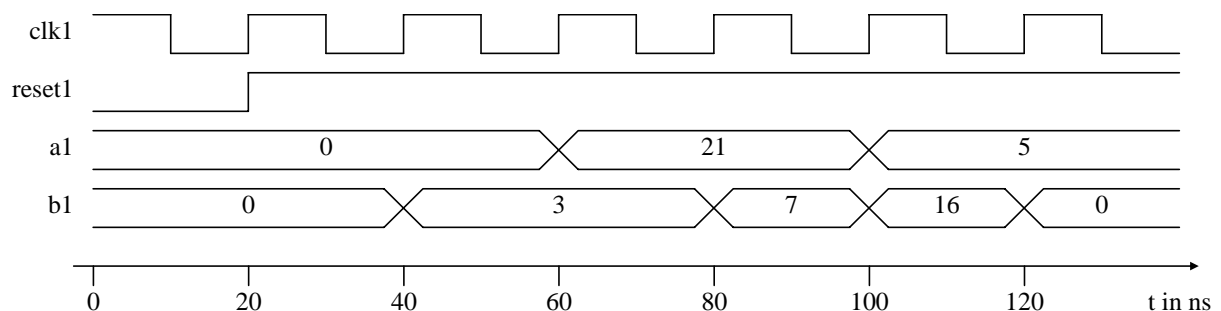
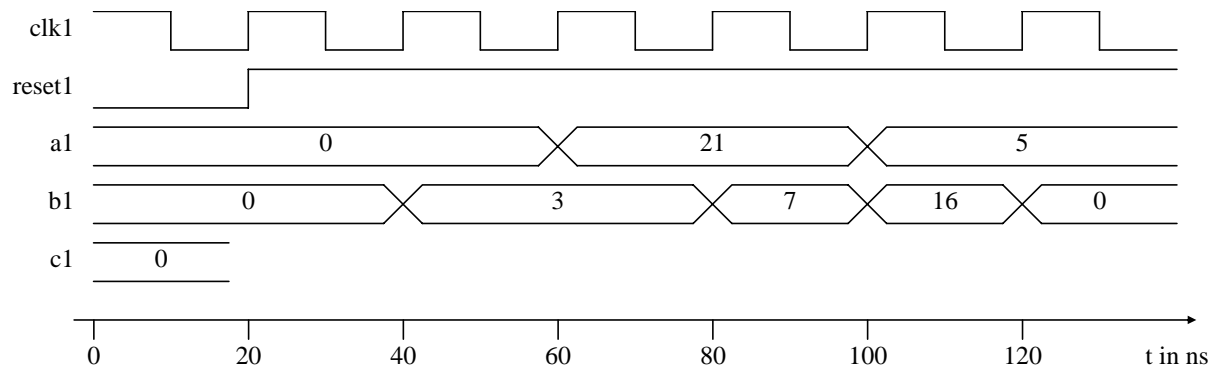

Abbildung 9.1: Timingdiagramm der Eingangssignale
Abbildung 9.2: Timingdiagramm der Eingangssignale
- c) Gegeben sind die Verläufe der Eingangssignale nach Abbildung 9.1, welche die Testbench generieren soll. Ergänzen Sie die folgende Architecture der Testbench so, dass die in Abbildung 9.1 dargestellten Eingangssignale erzeugt werden! Instantiieren Sie mittels *port map* zudem die bereits deklarierte Komponente *exam*!
- d) Berechnen Sie das Ergebnis  $d$ , das nach Ablauf der Simulation mit den Eingangssignalen nach Abbildung 9.1 zur Verfügung steht!
e) Vervollständigen Sie das Signal *c1* des nachfolgenden Timingdiagramms in Abbildung 9.2, wenn die Eingangssignale entsprechend Abbildung 9.1 gewählt werden! Was ist bei der Zuweisung von Signalen zu beachten?